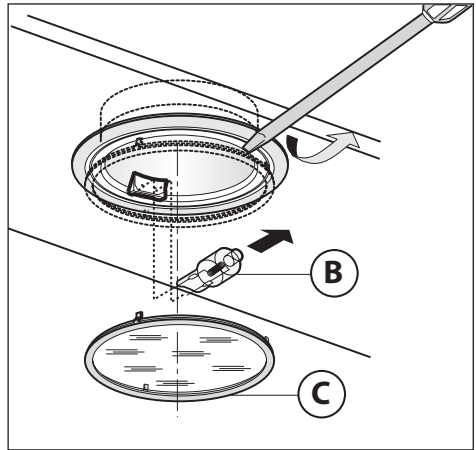

Fig.17
• Замена галогенных ламп (Рис.17):